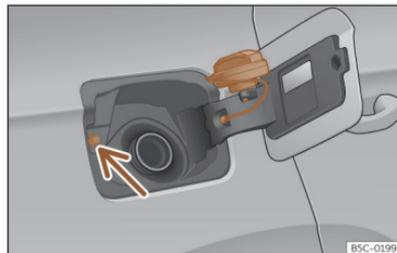

Abb. 199 Tankklappe mit aufgestecktem Tankverschluss.
- Platzieren Sie den Verschluss in der Aussparung, die sich im Scharnier der geöffneten Tankklappe befindet >>> (Abb. 199).
Nicht den Taster für Tankdeckelverriegelung >>> (Abb. 199) (Pfeil) berühren. Das System interpretiert ansonsten, dass der Tankvorgang beendet ist und ein weiteres Betanken ist nicht mehr möglich. Um weiter tanken zu können, drücken Sie erneut den Taster  in der Fahrertür.